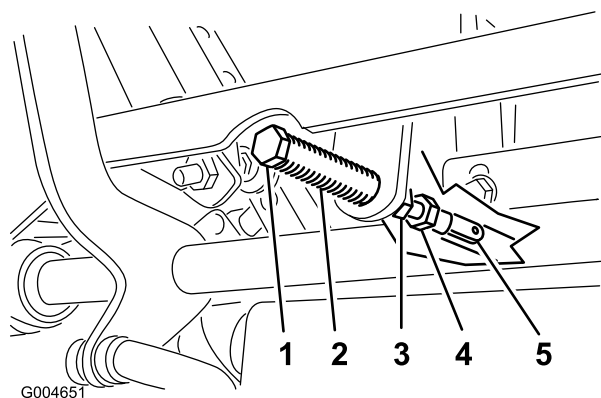

Figura 70
5. Tire hacia atrás de la palanca hasta que el pasador (en el brazo situado encima del eje pivotante) entre en contacto con el extremo de la ranura (empezando justo a tensar el muelle) (Figura 70).
7. Si es necesario un ajuste, afloje la tuerca y la contratuerca contra la horquilla (Figura 70).
8. Aplique una ligera presión hacia atrás en la palanca de control de movimiento, y gire la cabeza del perno de ajuste en el sentido apropiado hasta que la palanca de control esté centrada en posición de bloqueo/punto muerto (Figura 70).
9. Apriete la tuerca y la contratuerca (Figura 70).
9. Apriete las contratuercas de las articulaciones esféricas (Figura 70).